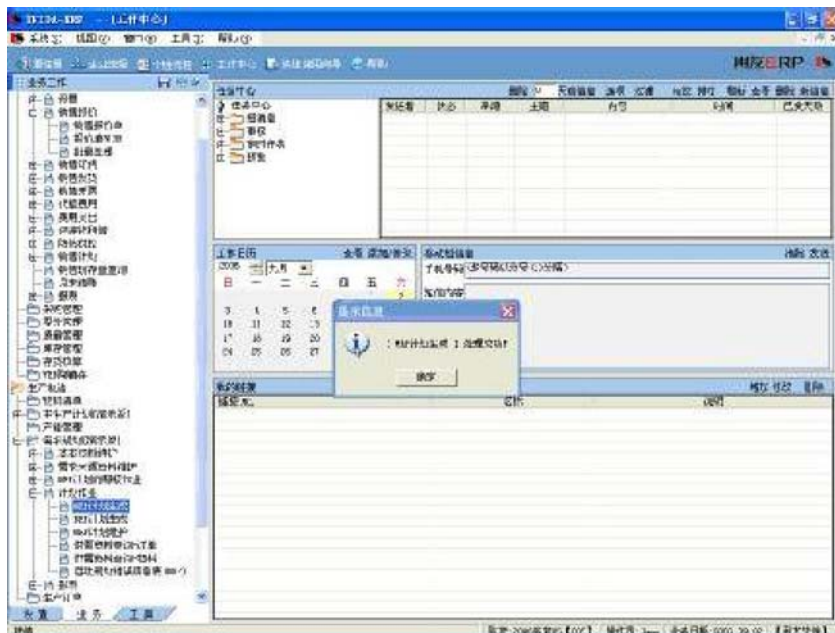

图 2-14 MRP 计划处理完成窗口
2. 单击“执行”，系统自动运算 MRP，完成后弹出提示“处理成功”的窗口（如图 2-14 所示）。